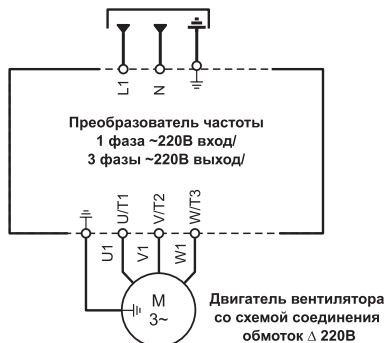

Рисунок 4
12.3 Допускается вентиляторы с двигателями на номинальное напряжение Δ/Y 220/380 В подключать к однофазной сети переменным напряжением 220В только через однофазный преобразователь частоты с выходом три фазы по 220В переменного тока, предварительно переключив схему соединения обмоток двигателя в треугольник Δ 220 В (см. рисунок 4), в противном случае двигатель может выйти из строя.